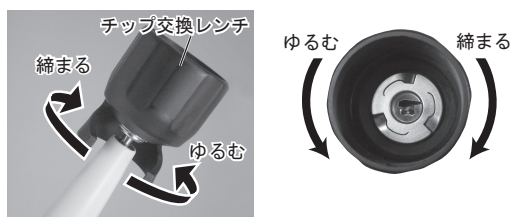

図14
2) チップの上からチップ交換レンチの穴を通し、チップの四角になっている部分を合わせて差し込みます。次にチップ交換レンチを締め付け「カチッ、カチッ」と空まわりするまで締め付けます（図14）。その際はハンドピースを持ち、ハンドピースコードがねじれないようにしてください。
チップを取り外す際は、図14のゆるむ方向へ回しゆるめます。